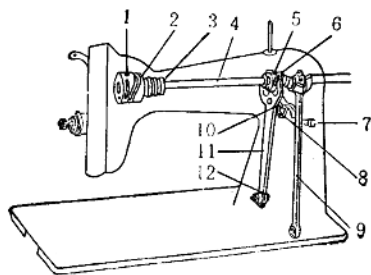

图4 机头内部零件名称
4. 机头内部零件：指藏在机壳内从外面看不到的各种零件，其名称如下（图4）：